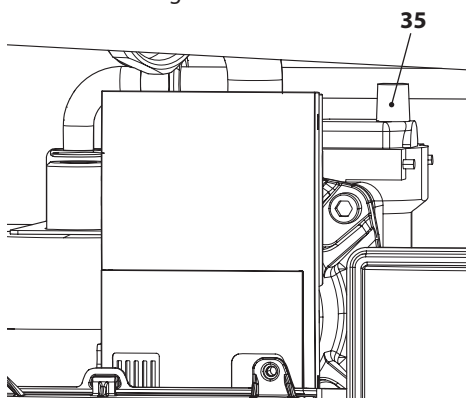

Figura 6.3
- Svitare il tappo della valvola di sfiato automatica 35 in Figura 6.3.